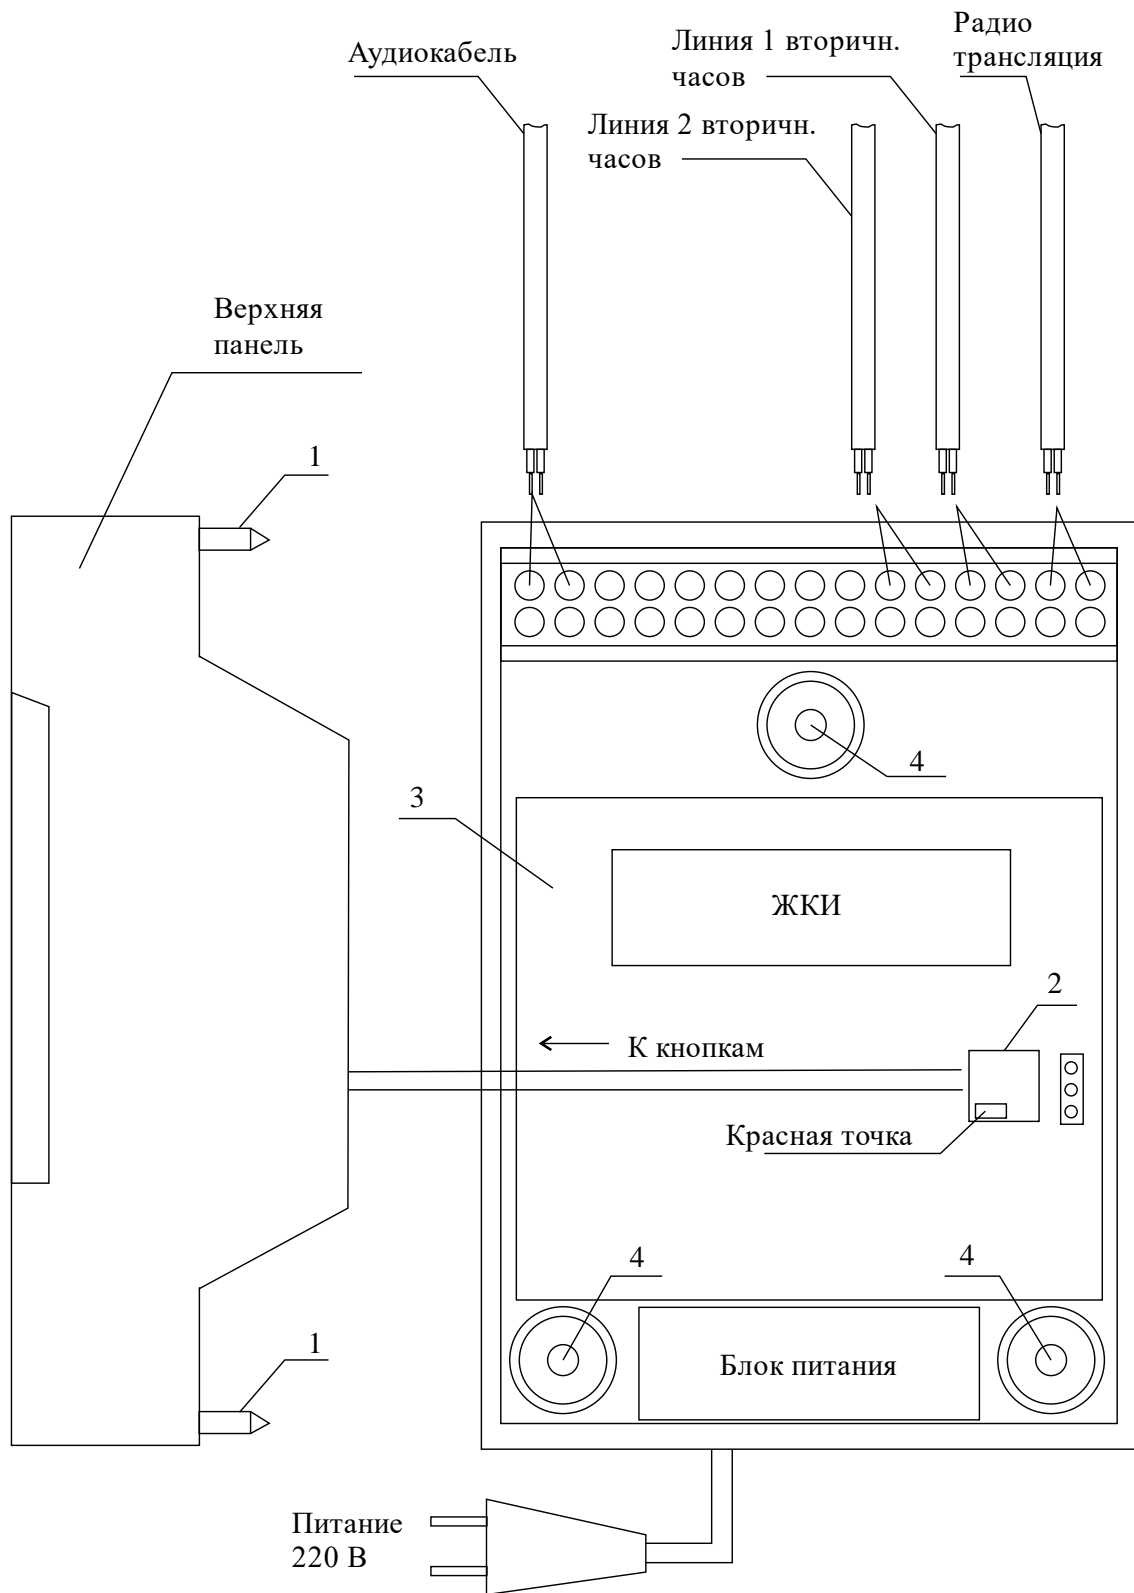

Рис. 1
4.1. Выверните четыре винта 1, расположенных на верхней панели ЧС (см. Рис.1). Снимите верхнюю панель и отсоедините разъем 2, соединяющий кнопки с печатной платой 3.
4.4. Подсоедините линию радиотрансляционной сети, две линии вторичных часов, кабель от линейного входа усилителя к клеммной колодке как показано на рис.1. Полярность подключения кабелей радиотрансляции и часовых линий произвольна.